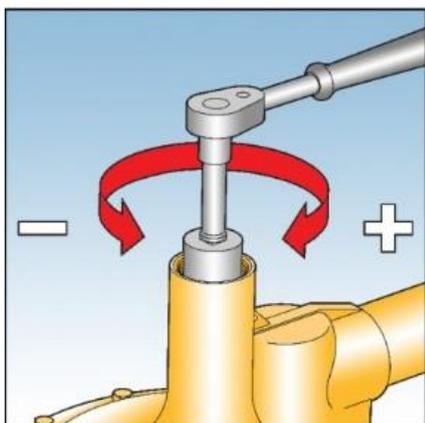

Fig. 6
4. Gire no sentido anti-horário (-) para diminuir o carregamento na mola para o mínimo. Veja Fig. 6 (se não houver válvula de bloqueio shut-off vá para a instrução 10).